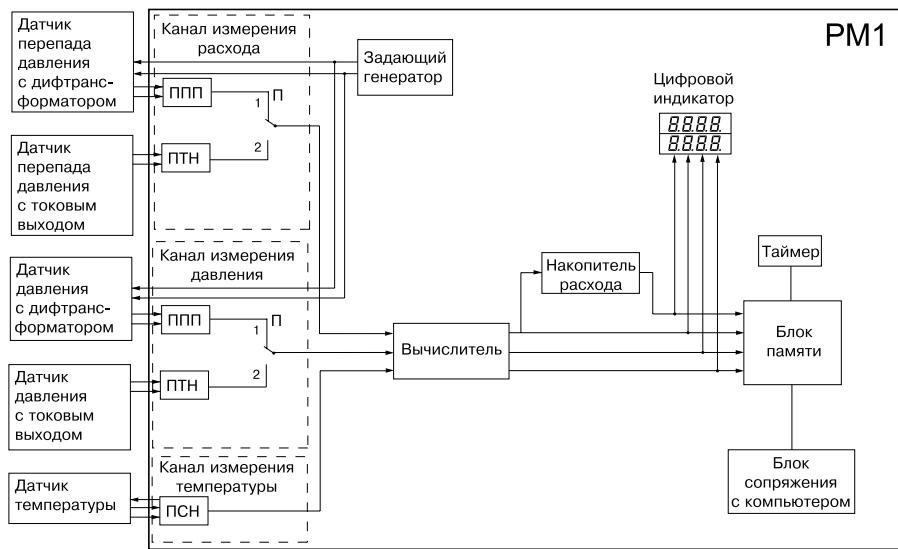

Рис. 3
3.2.1. Общая функциональная схема расходомера РМ1 приведена на **рис. 3**.